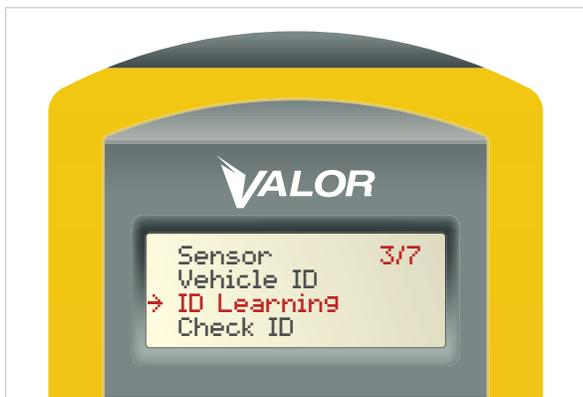

Figure 6
1. Au moyen de la touche fléchée vers le bas du SmarTool, déplacez la flèche → jusqu'à l'option 3/7 ID Learning (apprentissage de l'ID). (Figure 6)